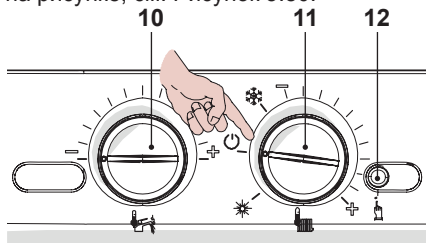

Рисунок 5.80
- Чтобы выйти из режима программирования, установите переключатель функций / регулятор температуры 11, как показано на рисунке, см. Рисунок 5.80.